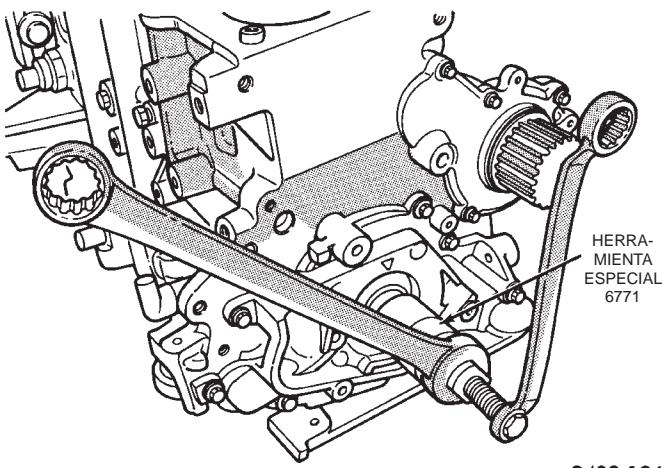

Fig. 67 Junta de aceite delantera del cigüeñal—Desmontaje
(4) Utilice la Herramienta 6771 para retirar la junta de aceite delantera del cigüeñal (Fig. 67). No